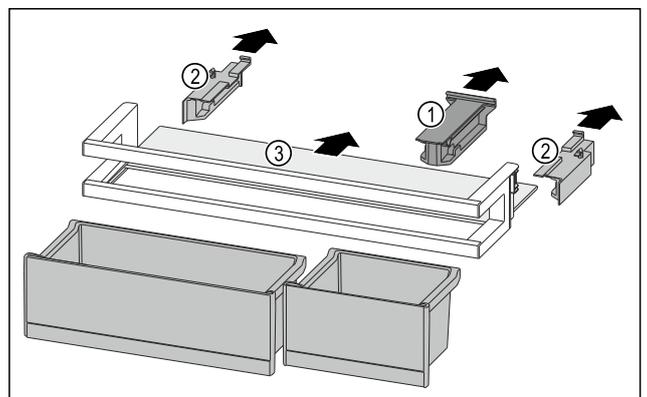

Fig. 85
- ▶ Estrarre l'elemento di tenuta Fig. 85 (1).
- ▶ Togliere gli elementi laterali Fig. 85 (2).
- ▶ Rimuovere il ripiano Fig. 85 (3).